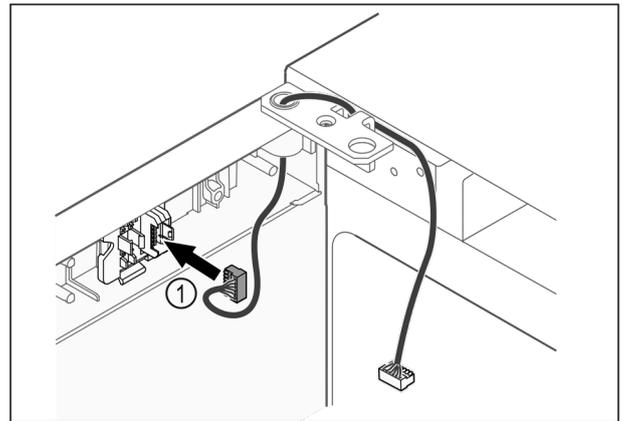

Fig. 46
- u Stecker Fig. 46 (1) in Steckerhalterung einstecken.